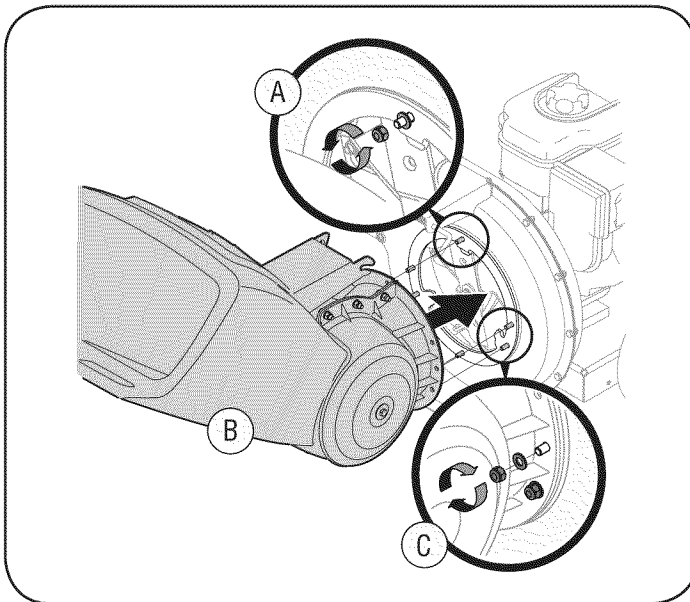

Figura 1
1. A. Saque seis tuercas hexagonales y arandelas de los espárragos de la soldadura de la caja del motor. No saque la placa de sostén. Vea la Figura 1.